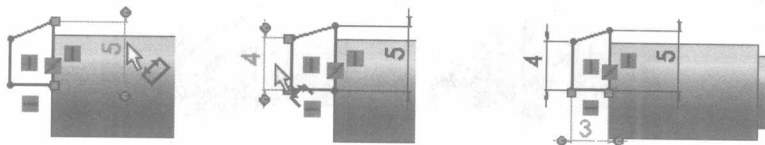

图 2-1-17
③ 单击草图绘制栏内的智能尺寸图标 ，分别对前一步骤所画直线进行标注，如图 2-1-17 所示。